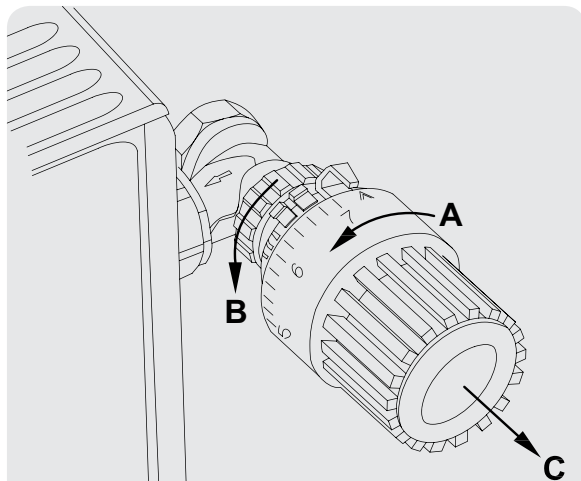

Bild 34: Demontage des alten Thermostatkopfs
Um den Heizkörperthermostat+ zu montieren, ist zunächst der alte Thermostatkopf zu entfernen. Dazu ist dieser bis zum Endanschlag gegen den Uhrzeigersinn zu drehen (A). Anschließend ist die Befestigung von Hand oder mithilfe einer Wasserpumpenzange zu lösen (B). Sobald die Befestigung gelöst wurde, kann der Thermostatkopf vom Heizungsventil abgezogen werden (C) (Bild 34).